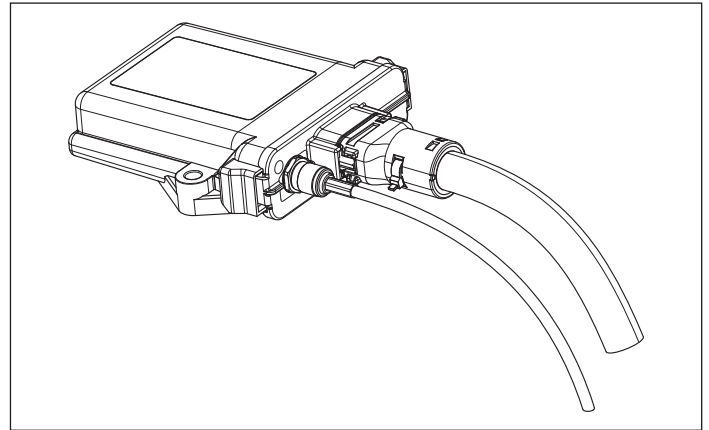

Figure 9 - Connexion du câble de raccordement au nouveau BCE
5. Branchez le connecteur Deutsch à 4 broches dans le câble de raccordement. Voir figure 9.